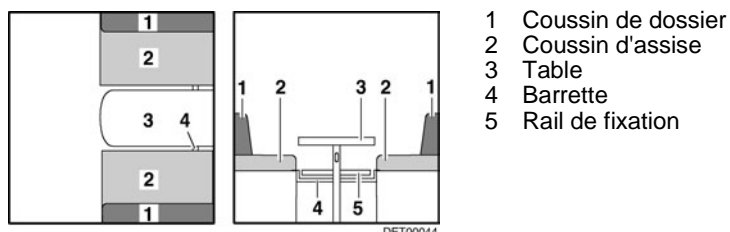

Fig. 96 Avant la transformation
- Convertir la table (Fig. 96,3) en sommier de lit (voir paragraphe 7.7).
- Insérer la barrette (Fig. 96,4) ou tirer vers l'intérieur suivant le modèle. La barrette est positionnée correctement si elle maintient le plateau de table environ 15 - 20 cm derrière le pied de table.